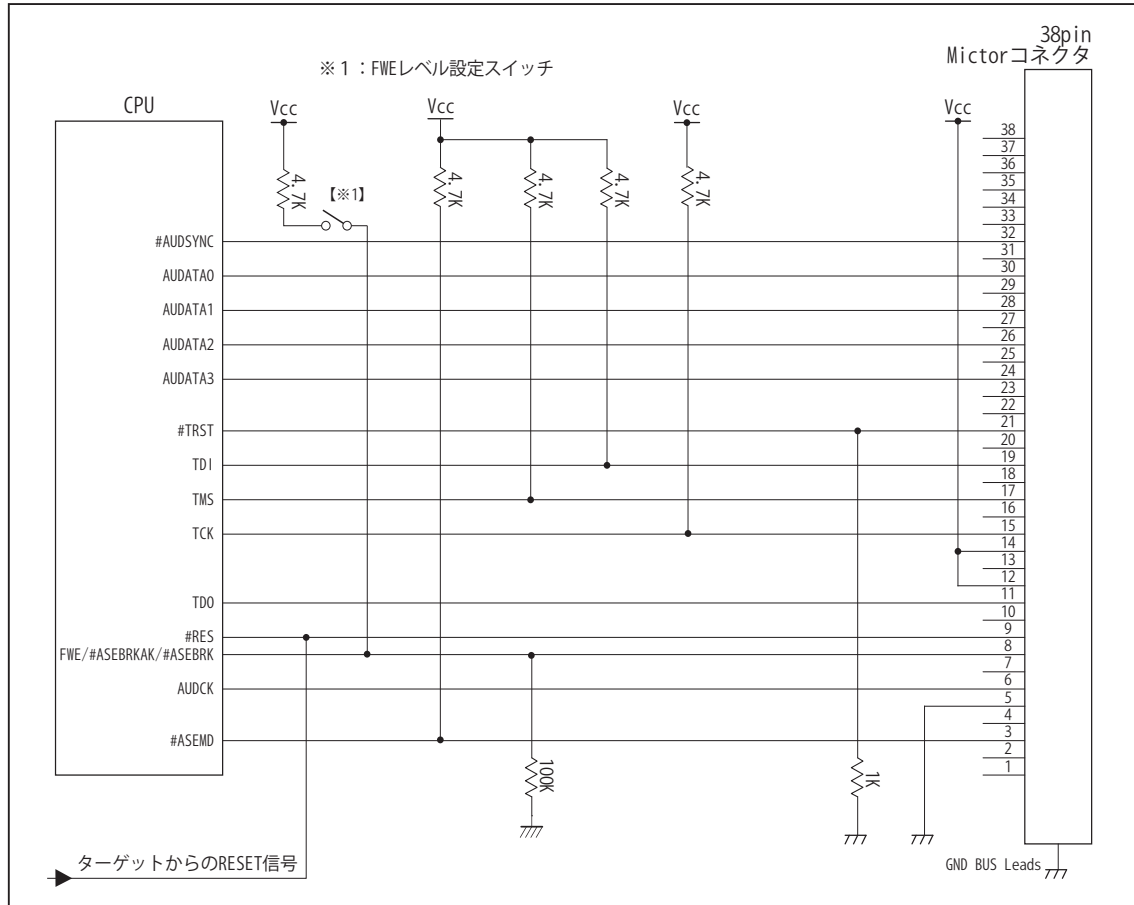

図6. AUD 38pin コネクタ接続図
- ・図6に記載されている抵抗値は参考値です。
- ・FWE 端子 (入力端子) は #ASEBRKAK/#ASEBRK 端子 (入出力端子) とマルチプレクスされています。その為 FWE 端子のレベル設定は Vcc や GND に直結せず、図6のようにプルアップ/プルダウン抵抗で行って下さい。